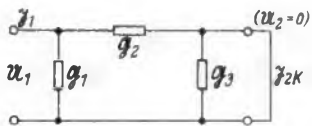

Bild 10.  $\pi$ -Schaltung im Kurzschluß (Leitwerte)
Legt man dagegen eine  $\pi$ -Schaltung zu Grunde (Bild 10), so ist zweifellos das Gleichungspaar (2) besser geeignet.
In Bild 10 und 12 ist gezeigt, daß ein um so höherer Modulationsgrad verzerrungsfrei übertragen werden kann, je weiter die an der Diode stehende Zf-Amplitude die Verzögerungs-